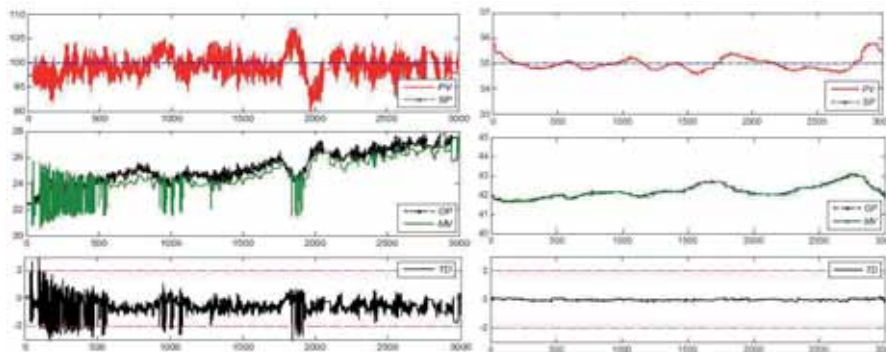

Figura 5 - Andamenti nel tempo per: (sinistra) loop LC con attrito nella valvola; (destra) loop TC con buona prestazione
Per esempio, gli attuatori per il controllo del livello dei corpi cilindrici ad alta pressione (HP) sono stati costantemente diagnosticati in attrito. Questi problemi sono stati confermati in seguito dagli operatori, che durante la manutenzione, avevano osservato evidenti segni di usura delle valvole. La ► **figura 5** mostra gli andamenti nel tempo per due diversi loop: un loop LC del corpo cilindrico HP e un loop TC per l'unità di preriscaldamento del metano.